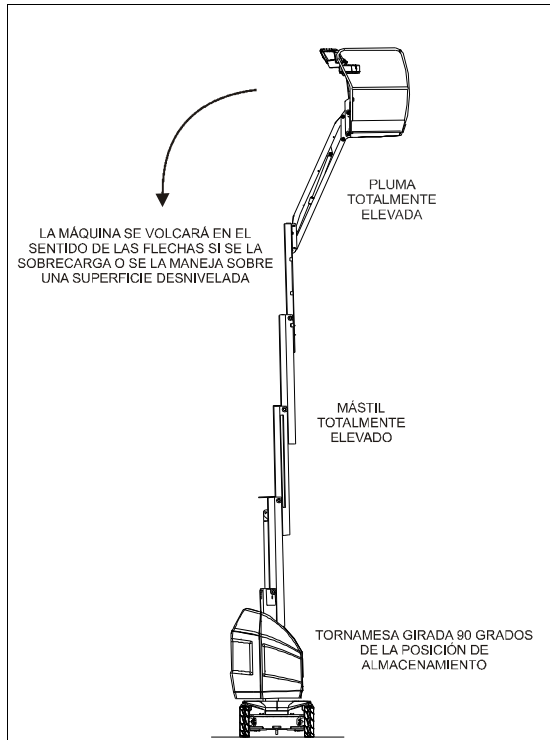

Figura 3-1. Posición de menor estabilidad trasera
La estabilidad de la máquina depende de dos (2) condiciones, las cuales se denominan estabilidad DELANTERA y estabilidad TRASERA. La posición de la máquina que ofrece la estabilidad DELANTERA mínima se ilustra en la Figura 3-2.; la posición que ofrece la estabilidad TRASERA mínima se ilustra en la Figura 3-1.